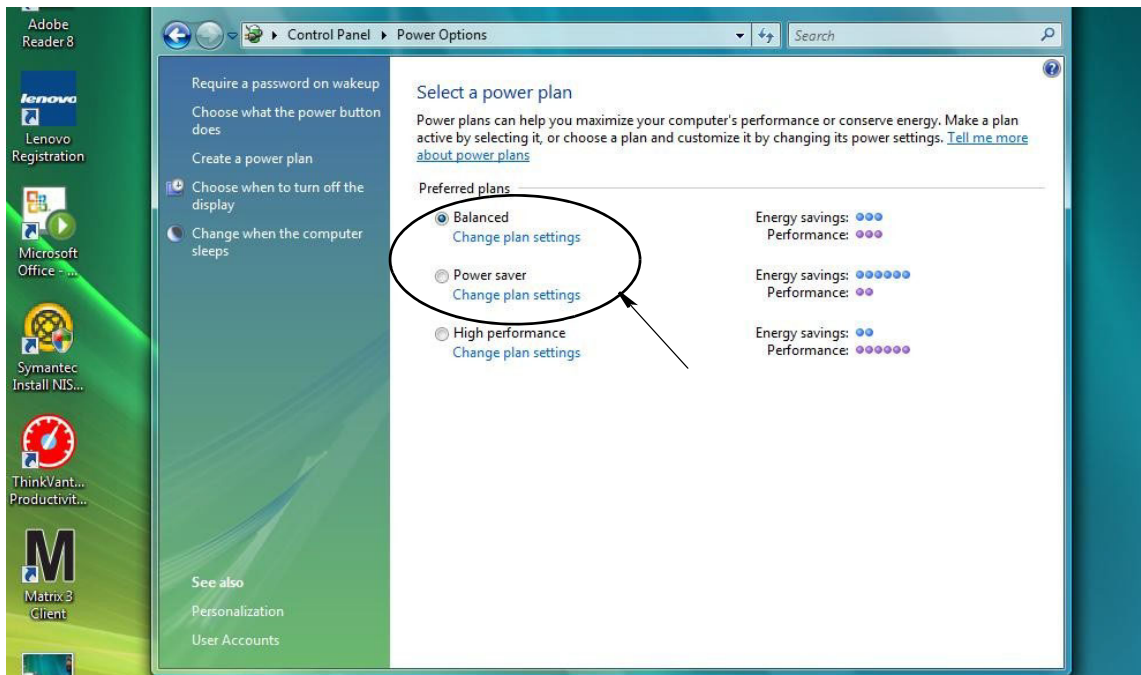

FIG. 18
3. Selezionare una combinazione per il risparmio di energia: “Bilanciato” oppure “Risparmio di energia”, quindi fare clic sul collegamento “Modifica impostazioni combinazione” per visualizzare le opzioni di ibernazione (FIG. 18).